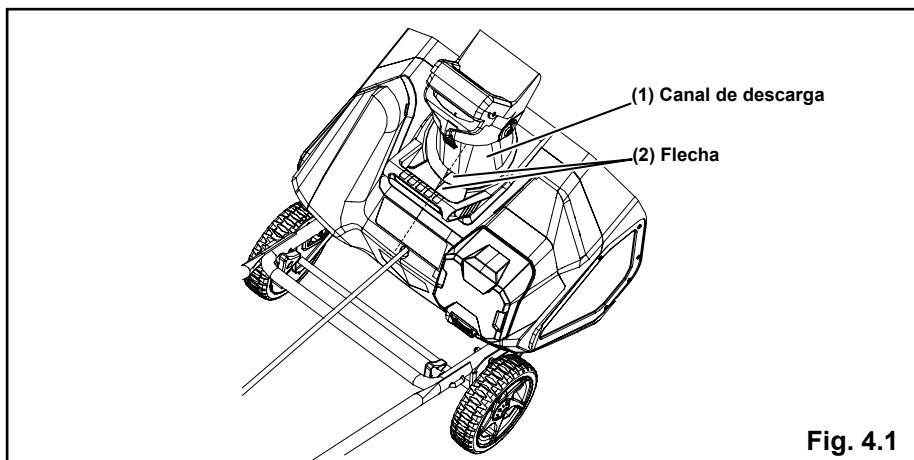

Fig. 4.1
- Coloque el canal de descarga (1) mirando hacia delante.
NOTA: Alinee la flecha (2) del canal de descarga con la flecha de la carcasa. (Fig. 4.1)